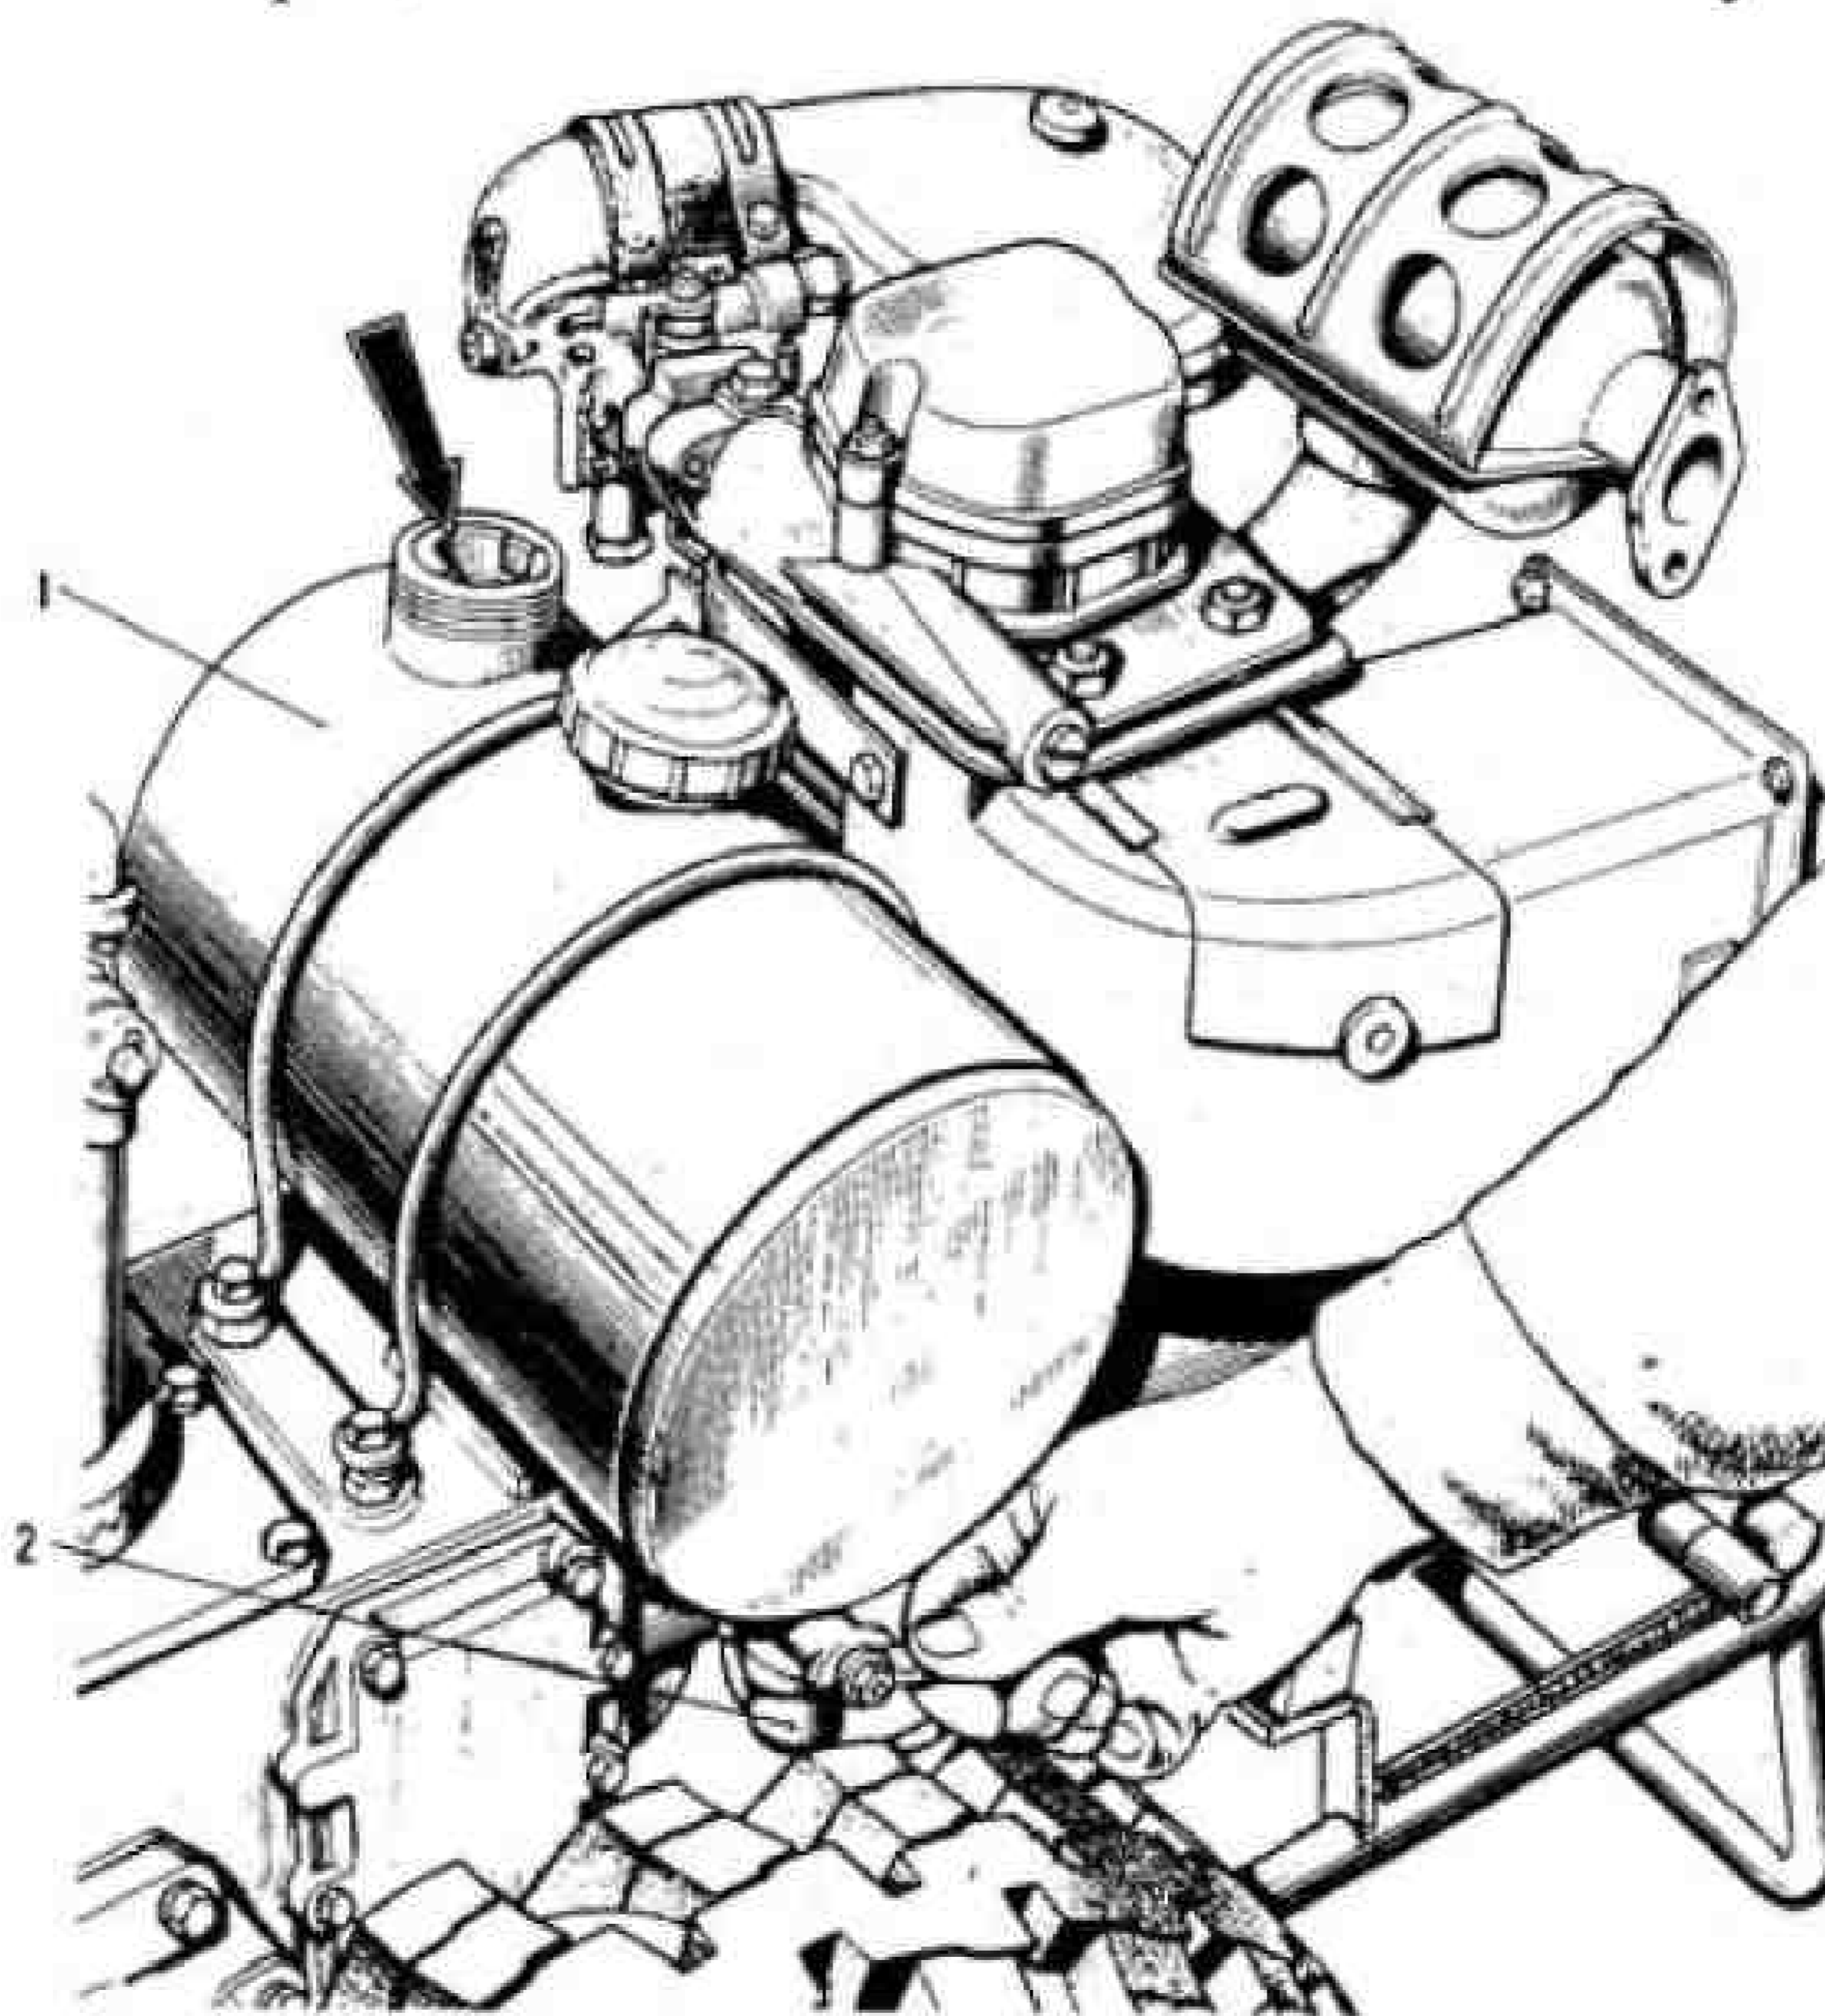
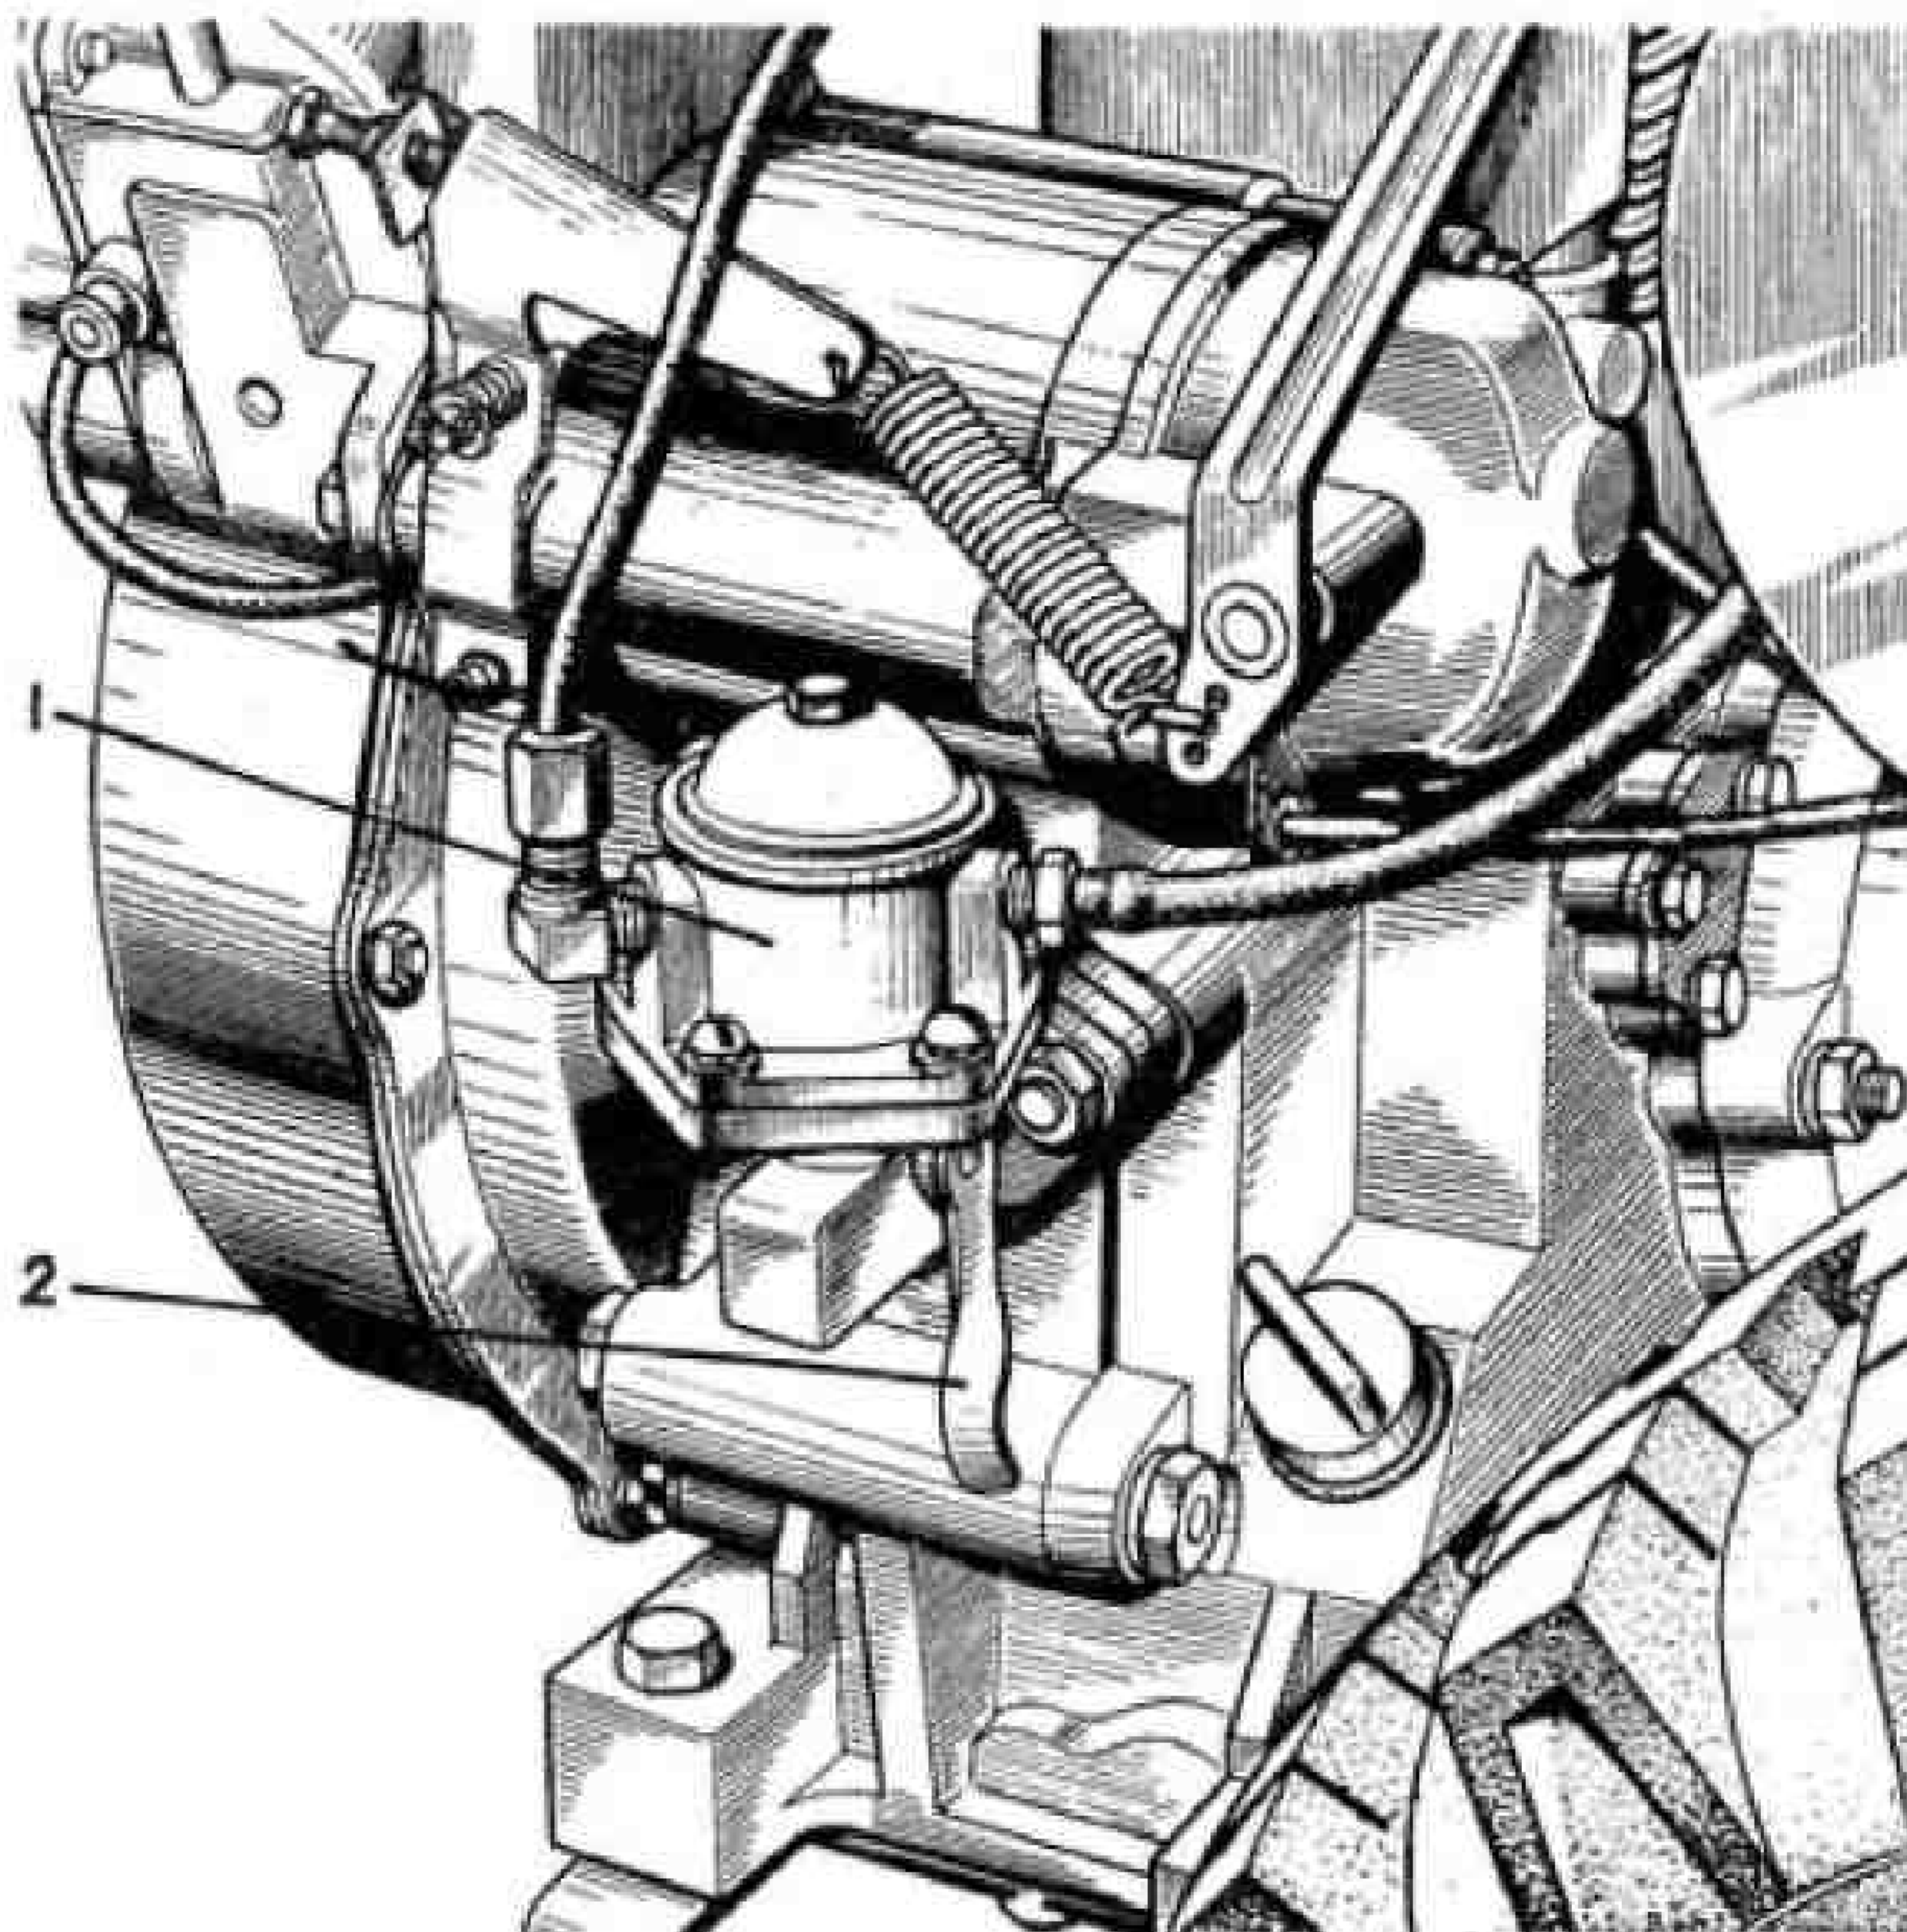
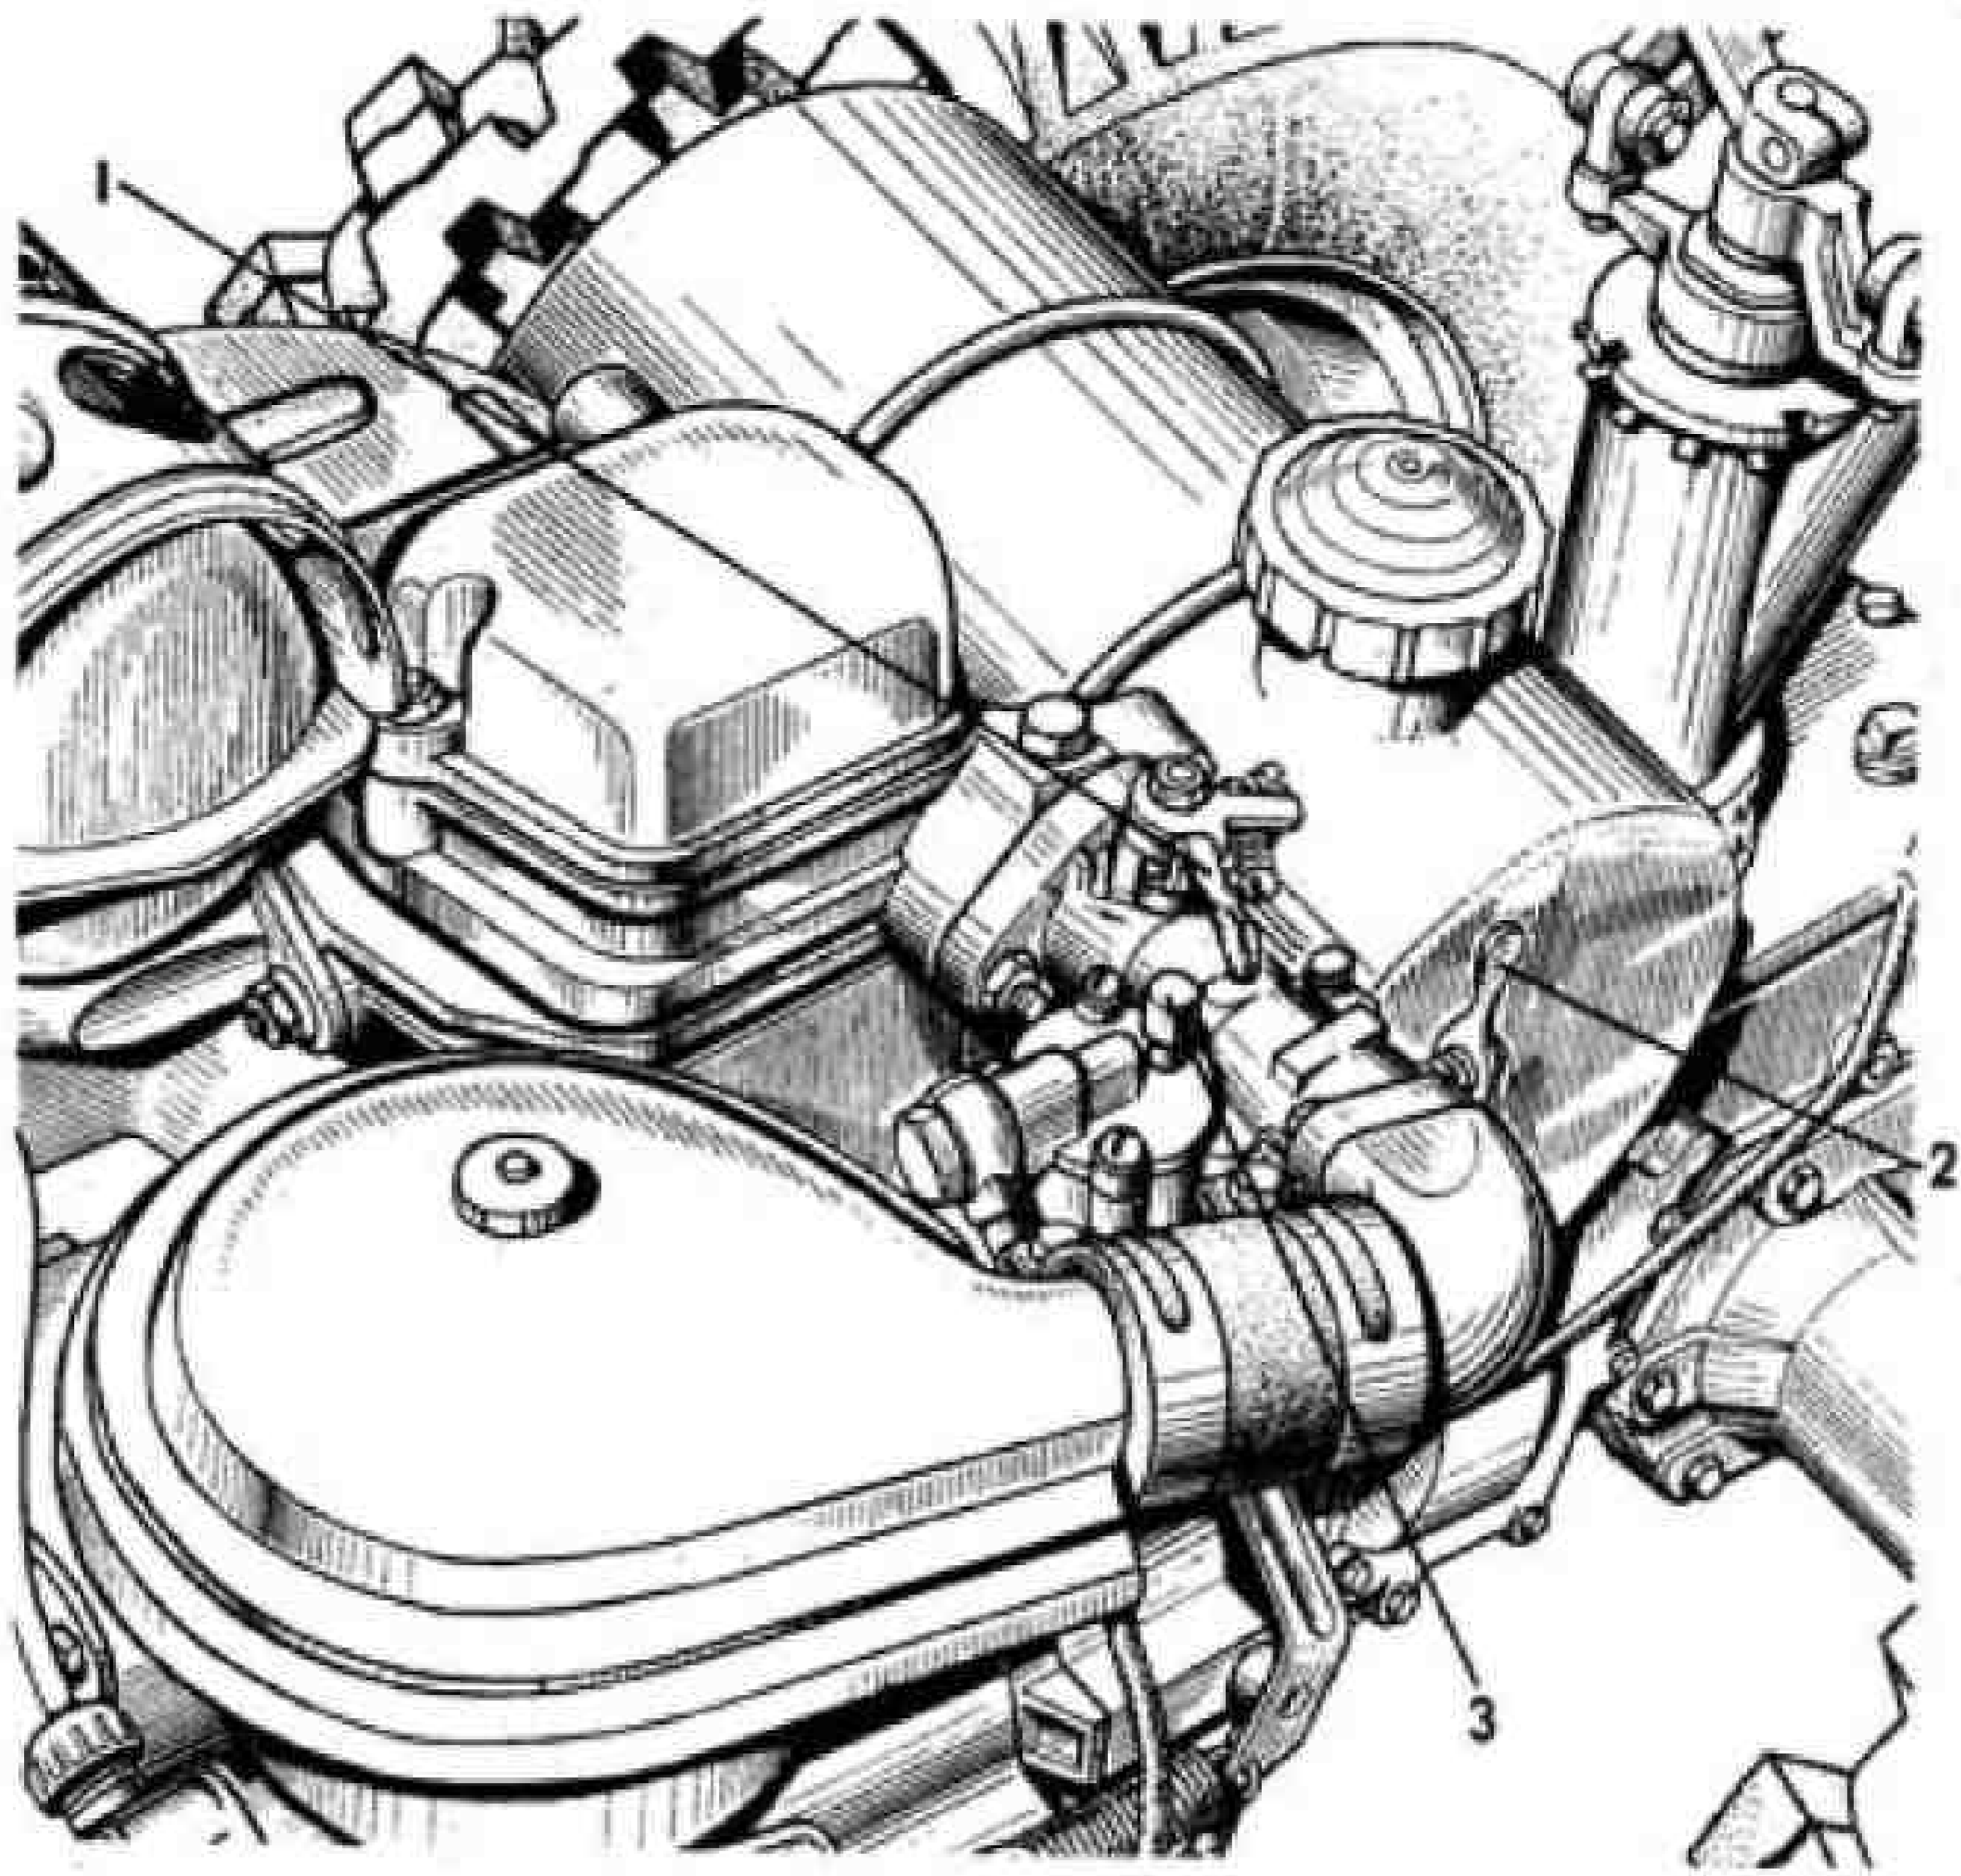

Рисунок 14 – Топливный бак двигателя
Рисунок 15 – Топливный насос двигателя
Рисунок 16 – Управление двигателем мотоблока
6.2.2 Откройте краник 2 топливного бака 1 (рис.14), подкачайте топливо рычагом 2 (рис.15) топливного насоса 1 до наполнения поплавковой камеры карбюратора. После подкачки рычаг установите в крайнее нижнее положение. Нажмите в течение 2-3 с на утопитель 3 (рис.16) поплавка.